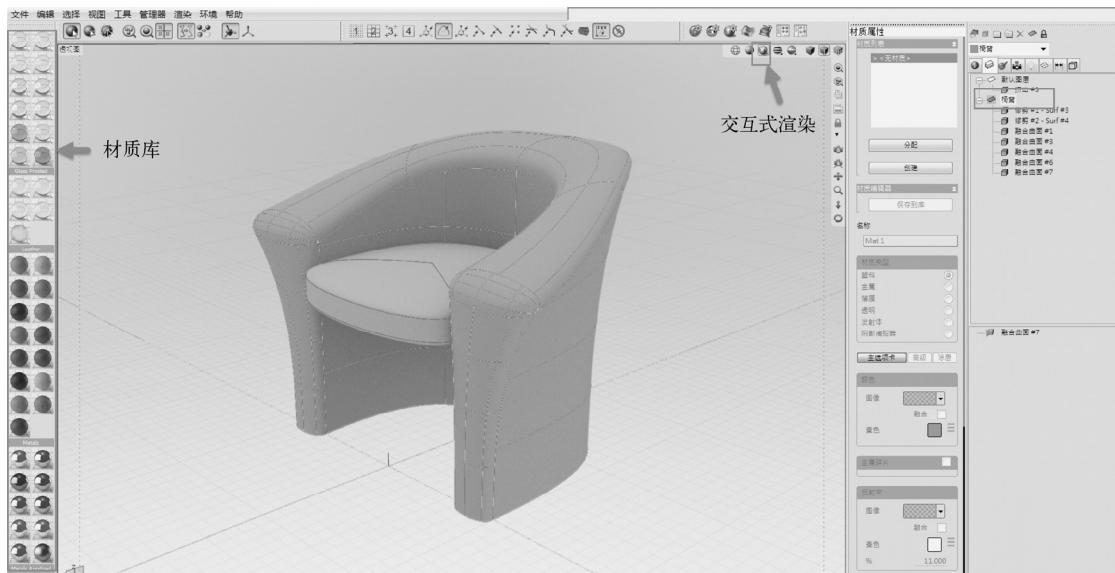

图 8-7 交互式渲染状态
1) 双击透视图标题栏将其打开至最大。在透视图右上角,单击“交互式渲染”按钮,如图 8-7 所示,将透视图切换至交互式渲染状态。同时观察此时的界面,左侧的材质库切换为材质库。